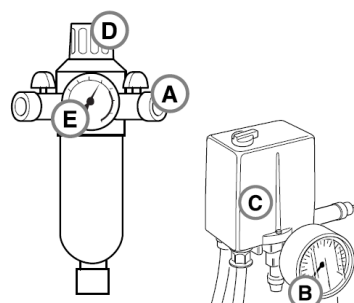

Fig. 8: Porniți
- La prima pornire, lăsați compresorul să meargă timp de zece minute cu supapa de evacuare A a aerului total deschisă (fig.8). După aceea închideți supapa A și controlați că rezervorul se umple și compresorul se deconectează automat la atingerea presiunii maxime specificate pe etichetă (citibilă la manometrul B, fig.8).
- Acum vă puteți convinge de modul de funcționare extraordinar de simplu al compresorului. Funcționarea este controlată de către întrerupătorul acționat de la buton C (fig. 8), care oprește motorul la atingerea presiunii maxime și îl repornește automat după coborârea presiunii la valoarea minimă (circa 2 bari sub valoarea maximă).